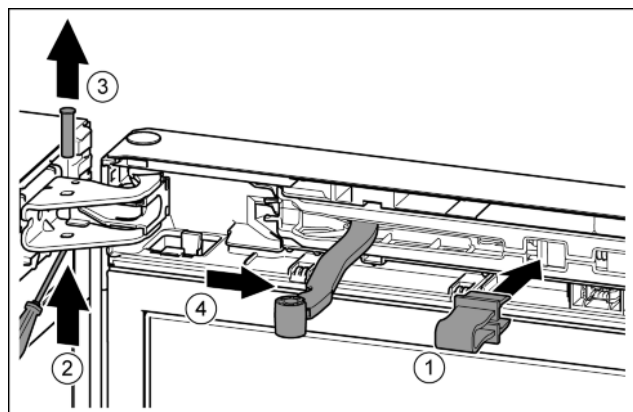

Fig. 9
- ▶ Zabezpieczenie zazębić w otworze. *Fig. 9 (1)*
- ▶ Sworznie wysunąć przy pomocy śrubokręta. *Fig. 9 (2)*
- ▶ Sworznie wyjąć w górę. *Fig. 9 (3)*
- ▶ Przegub obrócić w kierunku drzwi. *Fig. 9 (4)*